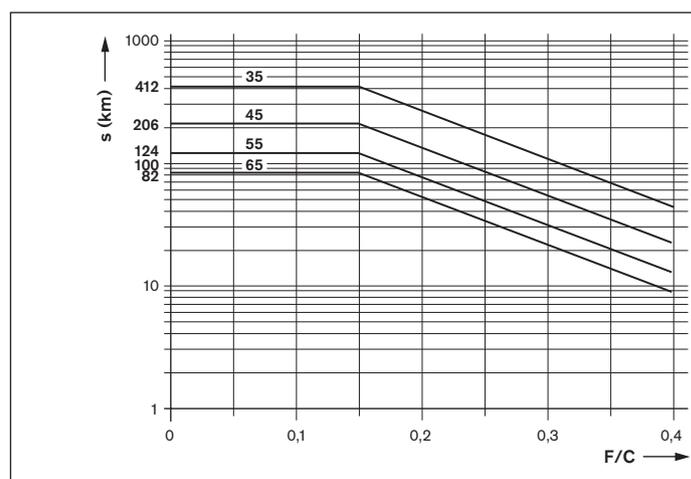

Figura 2: Intervalo de relubricación
- ▶ Si se alcanza el intervalo de relubricación de la figura 2, se deberá introducir la cantidad de lubricante según la tabla 4.
- ▶ Si se alcanza el intervalo de relubricación de la figura 2, se deberá introducir por cada conexión de lubricación la cantidad de lubricante según la tabla 4. Determinar el número de impulsos y el ciclo de lubricación de la misma manera que en la relubricación (carrera normal).
Indicaciones: el número de impulsos necesarios es el cociente entero de la cantidad mínima de relubricación según la tabla 4 y el tamaño del distribuidor a pistones según la tabla 5. El tamaño mínimo admisible del distribuidor a pistones también depende del montaje. El ciclo de lubricación según las fórmulas 1 resulta de la partición del intervalo de relubricación (según la figura 2) dividido el número de impulsos determinado (comparación con el ejemplo para el dimensionado).
- s = intervalo de relubricación según figura 2 (km)
- C = capacidad de carga dinámica (N)
- F = carga dinámica equivalente (N)